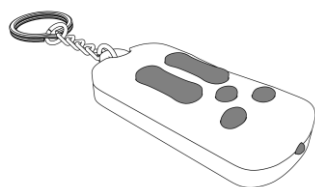

Рис. 3 ПДУ (для всех модификаций УВРК)
**Пульт дистанционного управления (ПДУ)** Рис. 3 служит для дистанционного управления прибором. Он дает возможность изменять количество подаваемого свежего воздуха и менять режимы работы прибора.